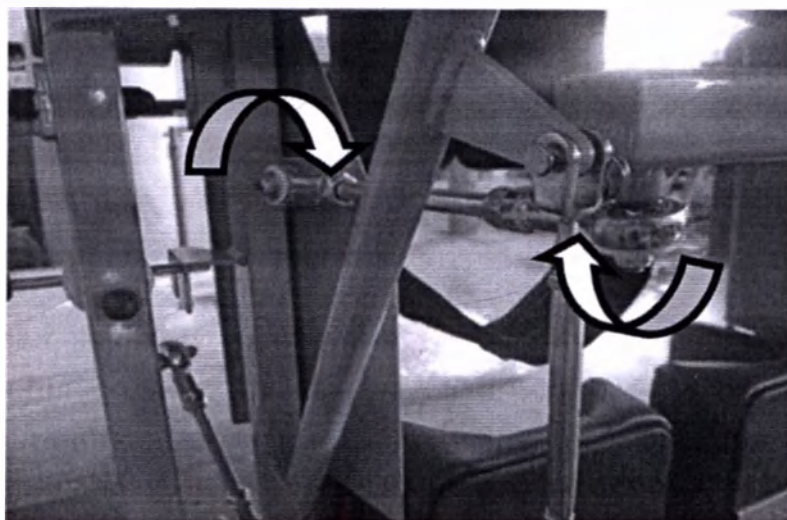

Рисунок 10 – Подтяжка фиксирующих шайб в подшипниковых узлах
5.1.4 Перед началом тренировки необходимо убедиться в исправности функционирования подшипниковых узлов имитатора. Проверить надежность крепления подшипников в базовых узлах имитатора. Подтяжка фиксирующих шайб в подшипниковых узлах производится с помощью рожкового гаечного ключа на 10 (см. Рисунок 10).